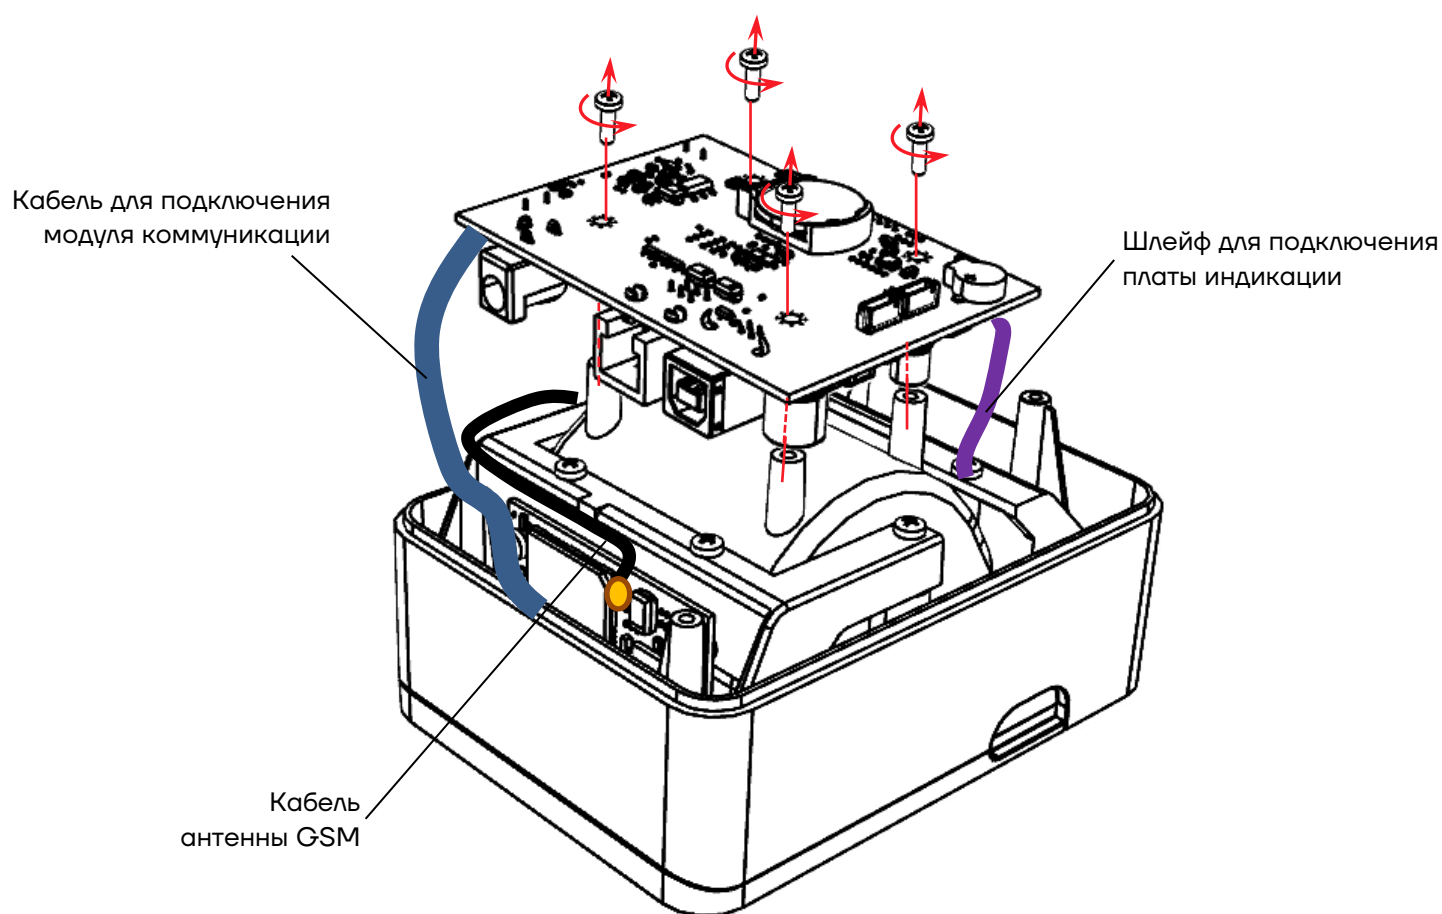

Рисунок 9. Отделение блока управления от нижней части корпуса
- 8** Аккуратно отвести блок управления от нижней части корпуса на расстояние не более длины кабеля модуля коммуникации и шлейфа модуля индикации (см. рисунок 9). В случае если в корпус ККТ установлен модуль коммуникации, то отключить от разъёма **ХТ17** блока управления кабель МК и от разъёма **ХТ1** шлейф модуля индикации (см. рисунок 3, рисунок 4, рисунок 5 для БУ AL.P813.40.000 rev. 1.1, AL.P813.40.000 rev. 1.2 и AL.P813.40.000 rev. 1.3 соответственно).
- 11** Совместить отремонтированный или новый блок управления со стойками в нижней части корпуса ККТ, вкрутить винты крепления (см. рисунок 9).
- 13** Совместить блок управления со стойками верхней части корпуса так, чтобы отверстия блока управления и стоек совпадали, вкрутить винты (см. рисунок 9).